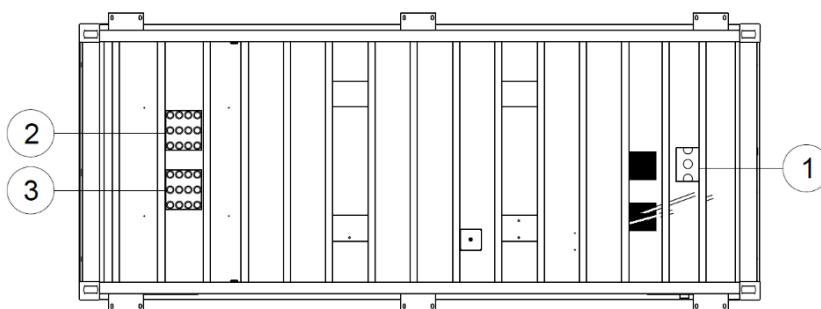

Figura 3-1 Ubicación de los orificios de entrada y salida de cables (vista inferior)
3. Los cables de alimentación de CA de las unidades PCS del contenedor PCS de 4,8 MW deben pasar por los orificios de entrada de CA del PCS situados en la parte inferior del armario de baja tensión, como se muestra en la Figura 3-1, y conectarse a las barras de cobre L1/L2/L3 situadas debajo de los disyuntores de bastidor QFM1 y QFM2. Al mismo tiempo, debe garantizarse estrictamente la correspondencia de fase de L1/L2/L3. Este armario de baja tensión está equipado con un total de dos interruptores automáticos principales, uno instalado en el lado izquierdo y otro en el lado derecho. Los orificios de entrada de cada lado pueden alojar cables de 8*240 mm². Los cables de salida del armario combinador de CA n.º 1 del contenedor PCS de 4,8 MW se conectan al extremo inferior del QFM1 en el lado izquierdo, y